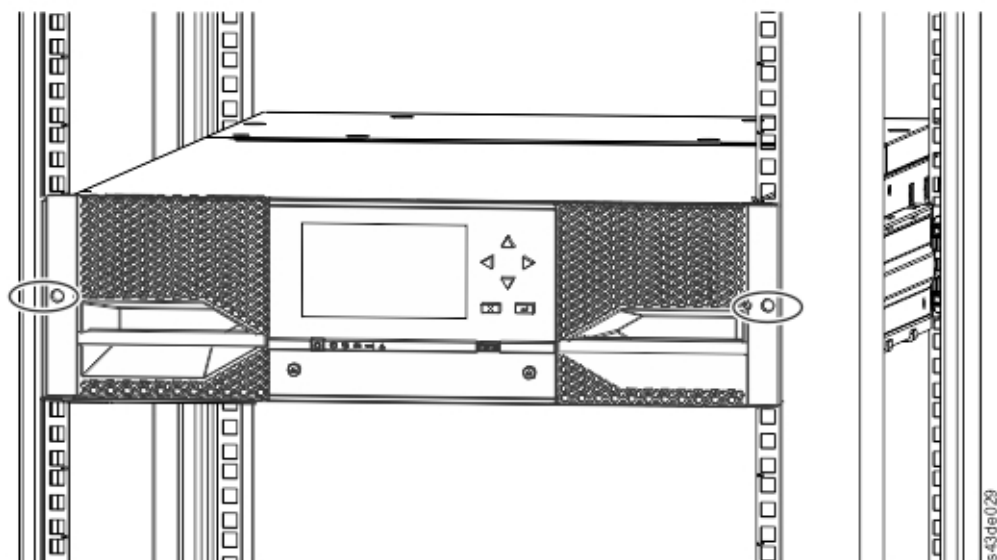

Figura 35. Biblioteca en el bastidor
5. Con un destornillador de estrella, atornille ligeramente el módulo a la parte frontal del bastidor, un tornillo en cada lado. Consulte las áreas en círculo en Figura 35 en la página 53.